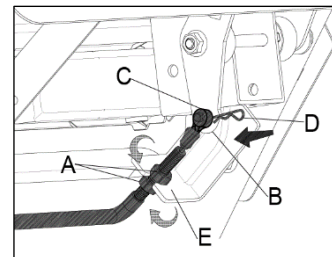

Рис. 8
- Прежде чем вставить конец троса управления в крышку желоба, открутите два винта А (Рис. 8).
- Прикрепите трос к фиксатору (Рис. 8, В) с помощью штифта В (Рис. 8, D). Затем затяните два винта (Рис. 8, E), чтобы закрепить трос.